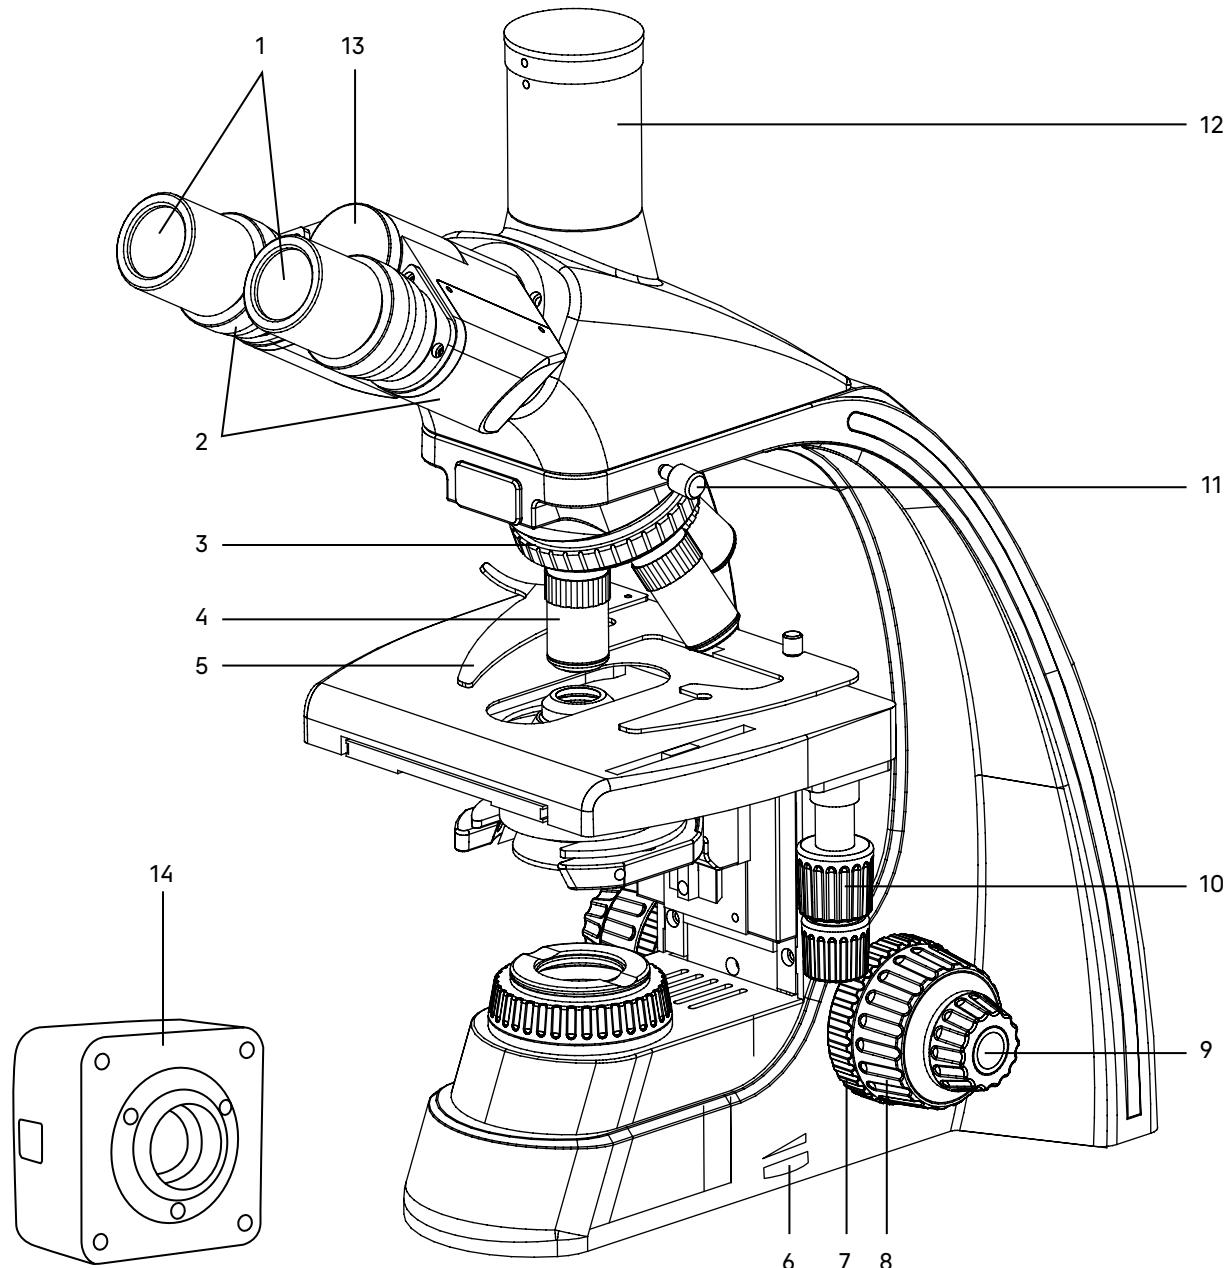
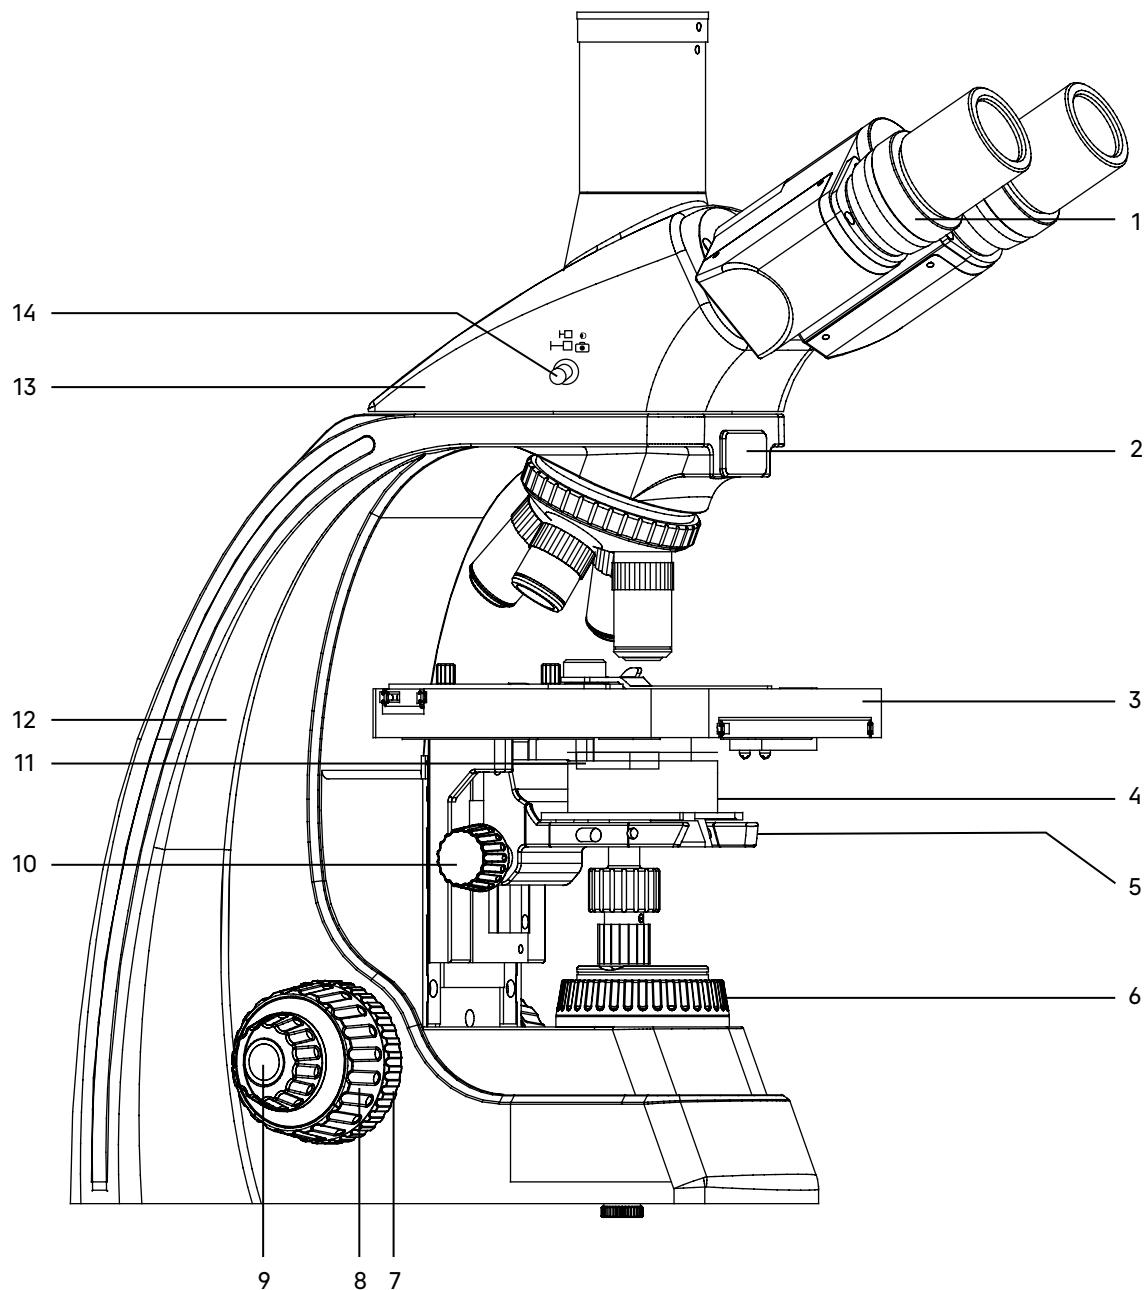

Рис. 1. Микроскоп MAGUS Bio D250. Вид справа
Рис. 2. Микроскоп MAGUS Bio D250. Вид слева
Общий вид микроскопа представлен на рис. 1 и 2.
Штатив 12 (рис. 2) представляет собой цельную конструкцию с основанием. Основание имеет Y-образную устойчивую эргономичную форму.
- револьвер 3 (рис. 1) с объективами 4 (рис. 1);
- предметный столик 3 (рис. 2);
- кронштейн конденсора 5 (рис. 2);
- коллектор в оправе с полевой диафрагмой 6 (рис. 2).
Ручка 6 (рис. 1) служит для регулировки напряжения питания источника света.
Фокусировка на объект осуществляется перемещением по высоте предметного столика 3 (рис. 2). Грубая фокусировка производится вращением коаксиальных рукояток 8 (рис. 1, 2), которые размещены по обеим сторонам штатива.
Тонкая фокусировка производится вращением рукояток 9 (рис. 1, 2), расположенных по обеим сторонам штатива. Тонкая фокусировка требуется для точного фокусирования на объект и для подфокусировки микроскопа на резкость изображения при смене объективов и препаратов.
Механизм регулировки жесткости хода грубой фокусировки 7 (рис. 1) – кольцо между штативом и рукояткой грубой фокусировки с правой стороны. С помощью кольца регулируется жесткость хода грубой фокусировки так, чтобы жесткость была комфортной для пользователя, но при этом столик не опускался самопроизвольно во время работы.
Рукоятка блокировки грубой фокусировки 7 (рис. 2) расположена с левой стороны. После завершения грубой фокусировки рекомендуется перевести рычаг в крайнее положение в направлении по часовой стрелке. Таким образом закрепится положение грубой фокусировки для быстрой рефокусировки после смены препарата.
Насадка 13 (рис. 2) обеспечивает визуальное наблюдение изображения объекта. Насадка устанавливается в отверстие штатива 12 (рис. 2) и закрепляется винтом 11 (рис. 1). Насадку при установке развернуть окулярами в сторону предметного столика.
Изменение межзрачкового расстояния в насадке осуществляется разворотом окулярных тубусов 2 (рис. 1) в пределах 48–75 мм. Значение расстояния, установленного в соответствии с глазной базой наблюдателя, отсчитывается по шкале на насадке 13 (рис. 1).
Механизм диоптрийной подвижки окуляров служит для компенсации аметропии глаз наблюдателя. Находится на левом окулярном тубусе – кольцо 1 (рис. 2).
В вертикальный тубус 12 (рис. 1) корпуса визуальной насадки (канал визуализации) для фиксации камеры (видеоокуляра) устанавливается переходник C-mount 1x. Камера служит для вывода изображения на экран компьютера или монITOR/телевизор. Переключение светового потока на вертикальный тубус производится рукояткой 14 (рис. 2). Рукоятка имеет два положения: 100/0 и 0/100.
В комплект микроскопа входят окуляры 1 (рис. 1). Окуляры имеют высокое положение выходного зрачка и предназначены для работы как в очках, так и без них.
Револьверное устройство 3 (рис. 1) обеспечивает установку пяти объективов 4 (рис. 1). Смена объективов производится вращением револьверного устройства за конусную рифленую поверхность до фиксированного положения.
Объективы 4 (рис. 1) рассчитаны на длину тубуса «бесконечность». Парфокальная высота объективов составляет 45 мм, линейное поле зрения в плоскости изображения – 22 мм. Рассчитаны для работы с препаратами с толщиной покровного стекла 0,17 мм или без покровного стекла. Микроскоп укомплектован объективами-планахроматами с увеличением 4x, 10x, 40x, 100x. Дополнительно возможна комплектация объективами-планахроматами 20x и 60x.
Конденсор 4 (рис. 2) установлен в кронштейн 5 (рис. 2) под предметным столиком микроскопа. Тип крепления конденсора – «ласточкин хвост». Конденсор устанавливается по направляющим при поднятом столике и опущенном кронштейне. Перемещение конденсора вдоль оптической оси микроскопа осуществляется с помощью рукоятки перемещения кронштейна конденсора 10 (рис. 2), расположенной слева от наблюдателя под столиком микроскопа. Диапазон перемещения конденсора – не менее 21 мм.
Конденсор имеет слот 11 (рис. 2) для установки слайдера темного поля или слайдера фазового контраста.
Двухкоординатный предметный столик 3 (рис. 2) обеспечивает перемещение объекта в двух взаимно перпендикулярных направлениях с помощью рукояток 10 (рис. 1), расположенных на одной оси.
У столика отсутствует выдвижная зубчатая рейка по оси X, что повышает эргономичность работы. Механизм с ременной передачей плавно перемещает объект. Объект крепится на поверхности столика препаратородержателем 5 (рис. 1), для чего прижим отводится в сторону. Препаратородержатель крепится к столику при помощи двух винтов. При снятом препаратородержателе объект можно перемещать рукой.
Встроенный в основание микроскопа светильник включает коллектор в оправе с полевой диафрагмой 6 (рис. 2) и источник света – галогенную лампу или светодиод.
Полевая диафрагма регулируется (открывается/закрывается) вращением кольца оправы 6 (рис. 2).